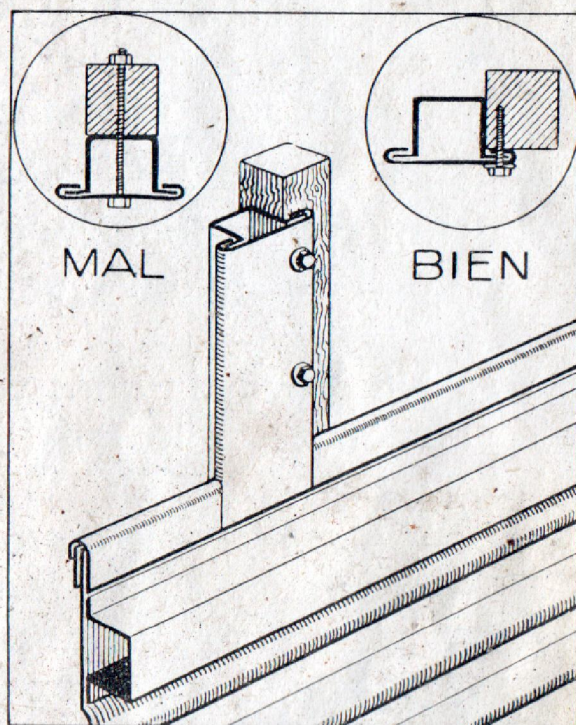
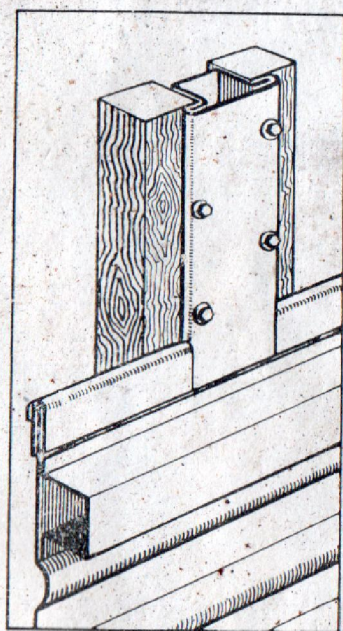

Fig. 2
Fig. 3
- a) les fixations devront **prendre appui sur les ailes des poutres d'armature**, et non à travers leur ventre (fig. 2). Si vous fixez un brancard de chaque côté d'une poutre, alternez les fixations (fig. 3).